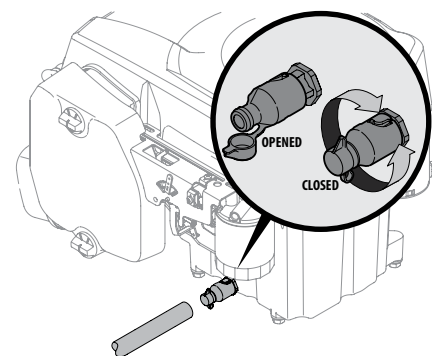

Figura 4-1
3. Abra a tampa de proteção na ponta da válvula de drenagem de óleo para expor o plugue de drenagem. Veja o detalhe na Figura 4-1.
6. Empurre levemente para dentro a válvula de drenagem de óleo e gire-a no sentido anti-horário para abri-la e permitir o escoamento do óleo. Veja Figura 4-1.